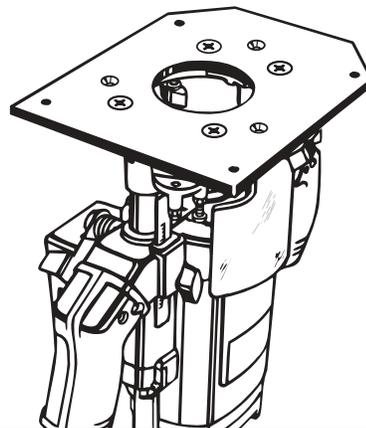

Fig. 10
- Une fois correctement installée, la plaque de montage se retrouve bien fixée à la toupie. Voir figure 10.